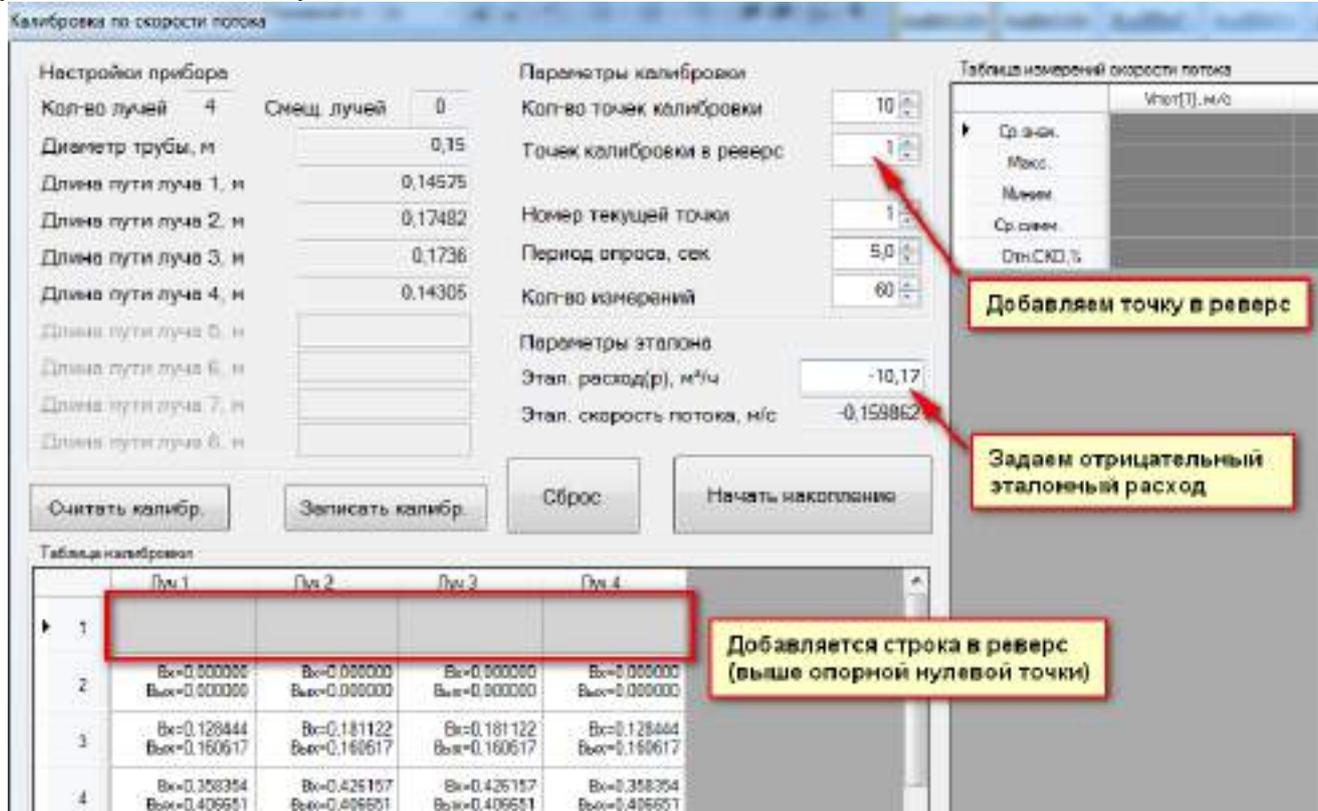

Рисунок 3.5 – Калибровка на реверсивном потоке
2. В окне калибровки добавить точку калибровки в реверс, задать отрицательный эталонный расход и начать накопление измерительных данных (Рисунок 3.5).